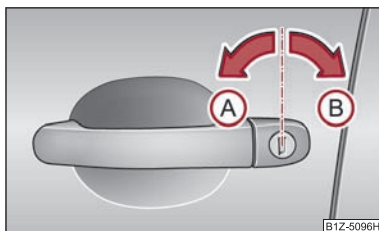

Fig. 25 Rotirea cheii pentru deschidere și încuiere
- Rotii cheia în butucul portierei șoferului în poziție de deschidere (A) ⇒ fig. 25.
- Rotii cheia în încuietorea portierei șoferului în poziție de încuiere (B) ⇒ fig. 25.